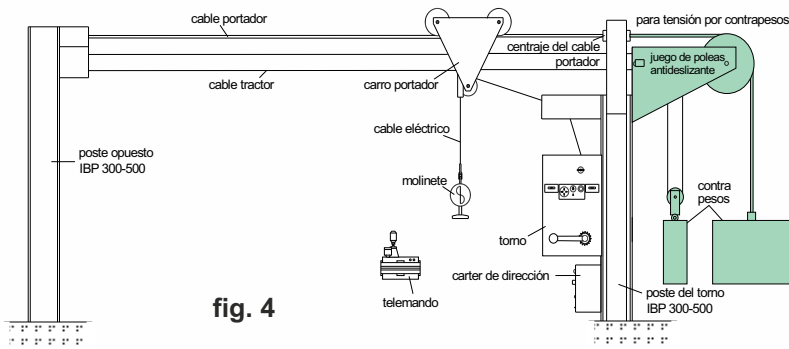

fig. 4
- **Modelo SKA-G:** instalación de cable fija con sistema de contrapesos para la tensión del cable portador y del cable tractor. (fig. 4)